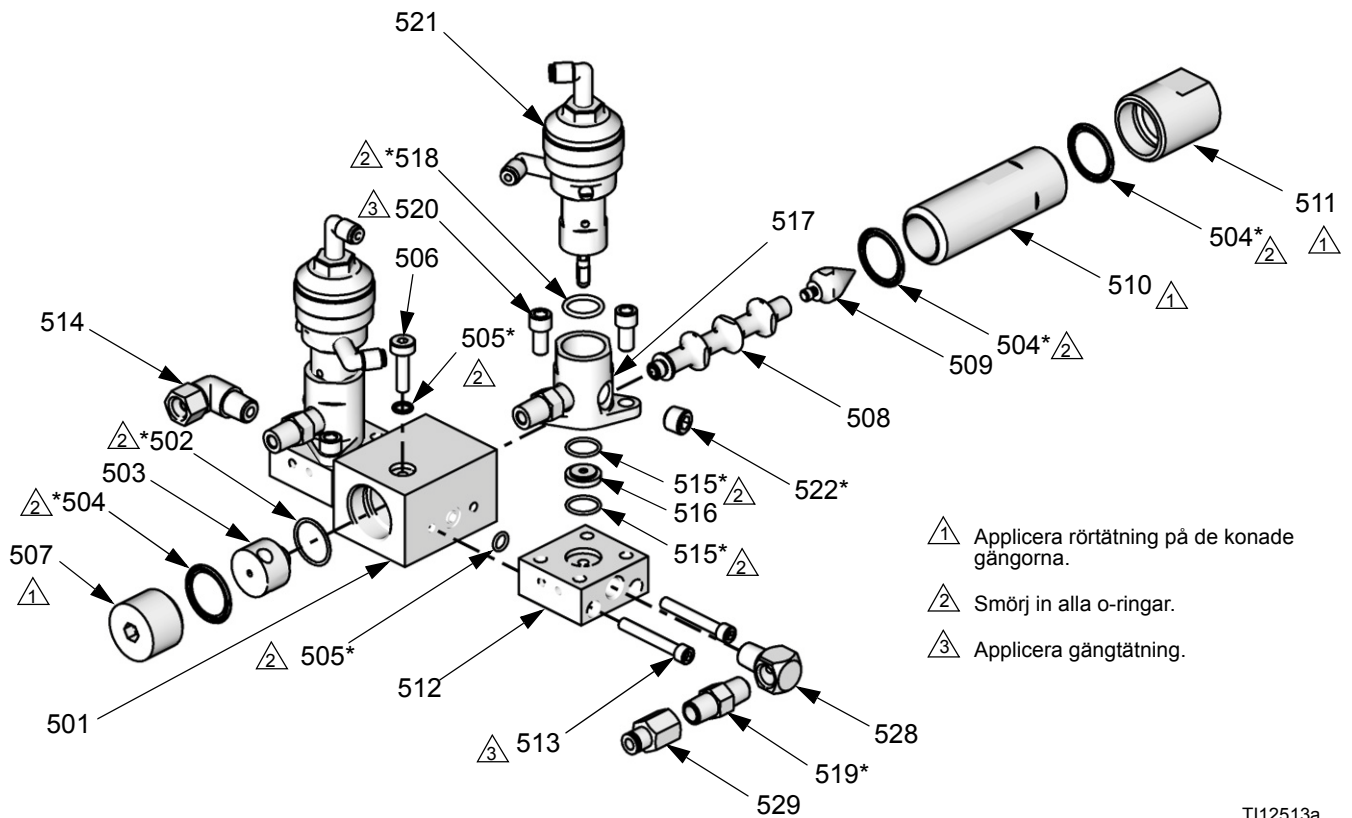

FIG. 35: Reparation av fördelningsrör
5. Skruva loss integratorhylsan (511) och huset (510). Kontrollera blandaren (508) och hylsan (509). Byt ut o-ringar (504*). FIG. 35.
6. Skruva loss knoppen på integratorns fördelningsrör (507). Ta bort integratorns bas (503). Byt ut båda o-ringarna (502*, 504*).
7. Skruva loss doseringsventilerna A och B (521) från ventiladaptorna (517). Byt ut o-ringar (518*).
- OBSERVERA:** Reparation av doserventilerna (521) beskrivs i handbok 312782.
8. Ta bort skruvarna (520) och adaptorna (517). Inspektera sätet (516). Byt ut o-ringar (515*).
9. Ta bort skruvarna (513) och monteringen för ventil A och B (512). Byt ut o-ringar (505*).
10. Ta bort fästskruv (506) från integratorhuset (501). Byt ut o-ring (505*).
11. Ta bort backventiler (519*) från varje ventiladapter (517) och från kröken (528) på fördelningsrörets sida A. Byt ut alla tre backventilerna. Pilen på backventilerna måste peka mot fördelningsröret.
12. Byt ut rörtapparna (522*) från varje ventiladapter (517). Byt ut tapparna.
13. Montera samman i omvänd ordning enligt monteringsanvisningarna i FIG. 35.